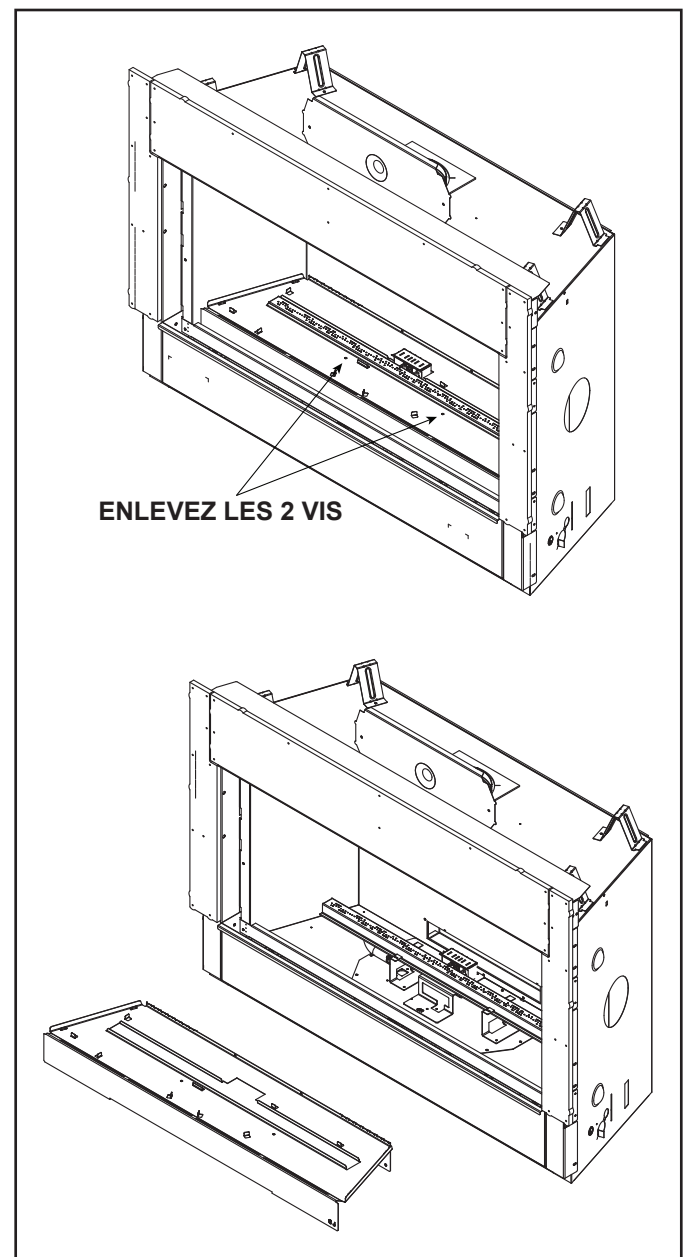

Figure 9.1 Retrait du bac de la base - COSMO42-IFT montré
1. Localisez et enlevez les deux vis maintenant le bac de la base à l'appareil. Voir la figure 9.1. Retirez le bac de la base. Conservez les vis.